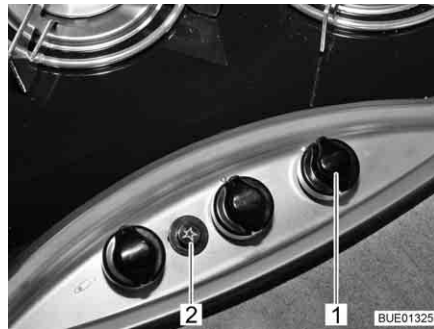

Fig. 185 Boutons de commande pour le réchaud à gaz
- Tourner le bouton tournant (Fig. 185,1) du brûleur désiré en position d'allumage (grande flamme).
- Appuyer sur le bouton d'allumage (Fig. 185,2). Le brûleur produit des étincelles.